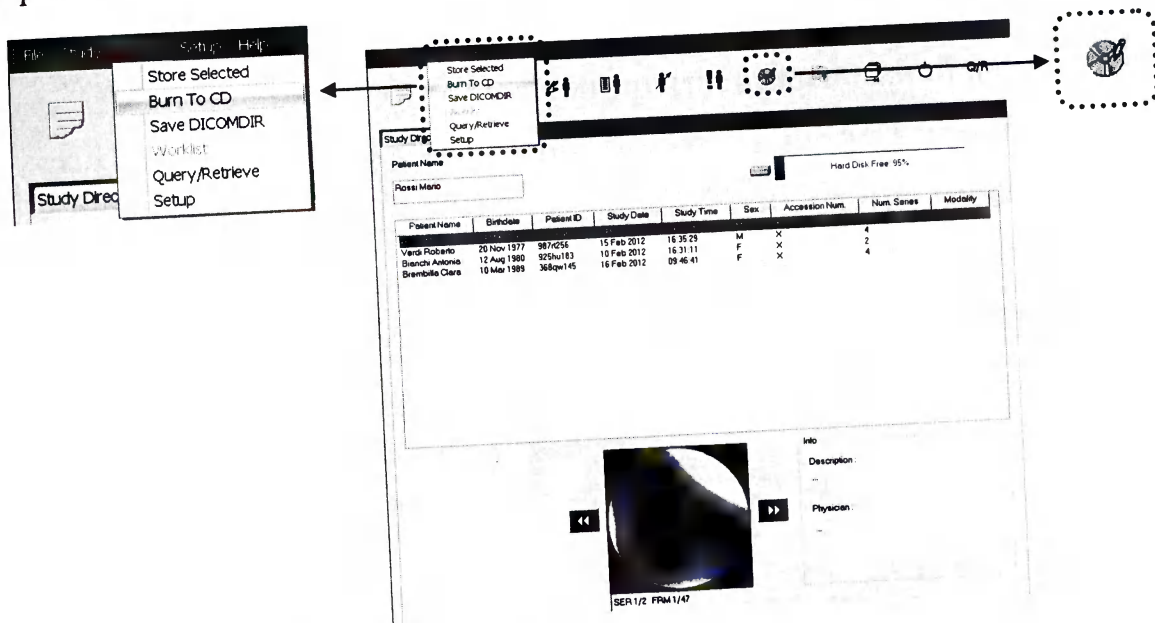

Рисунок 151
– запустите функцию записи выбрав команду **Записать на CD** в меню **Dicom** или при помощи соответствующей иконки (см. рисунок 151). Обе команды активны только в том случае, если в дисковод вставлен CD или DVD. Изображения конвертируются в формат DICOM.